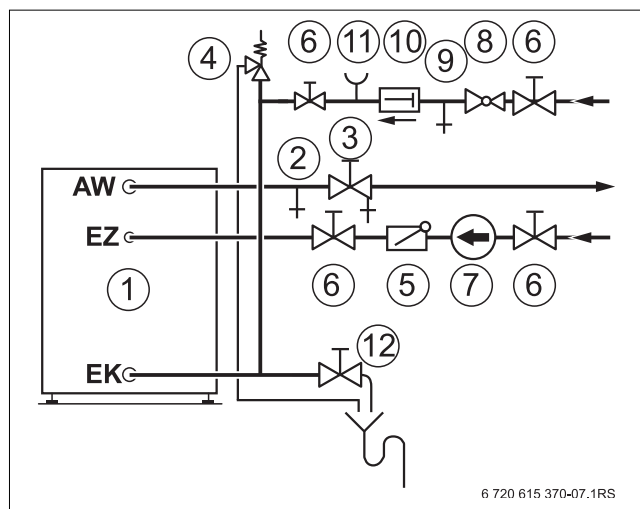

Bild 7 Installation (Prinzipabbildung)
- ▶ Absperrventil für Kaltwassereintritt EK (→ Bild 7, [6], Seite 6) schließen.
- ▶ Warmwasserspeicher über das Entleerventil (→ Bild 7, [12], Seite 6) komplett entleeren - auch den unteren Teil des Warmwasserspeichers.